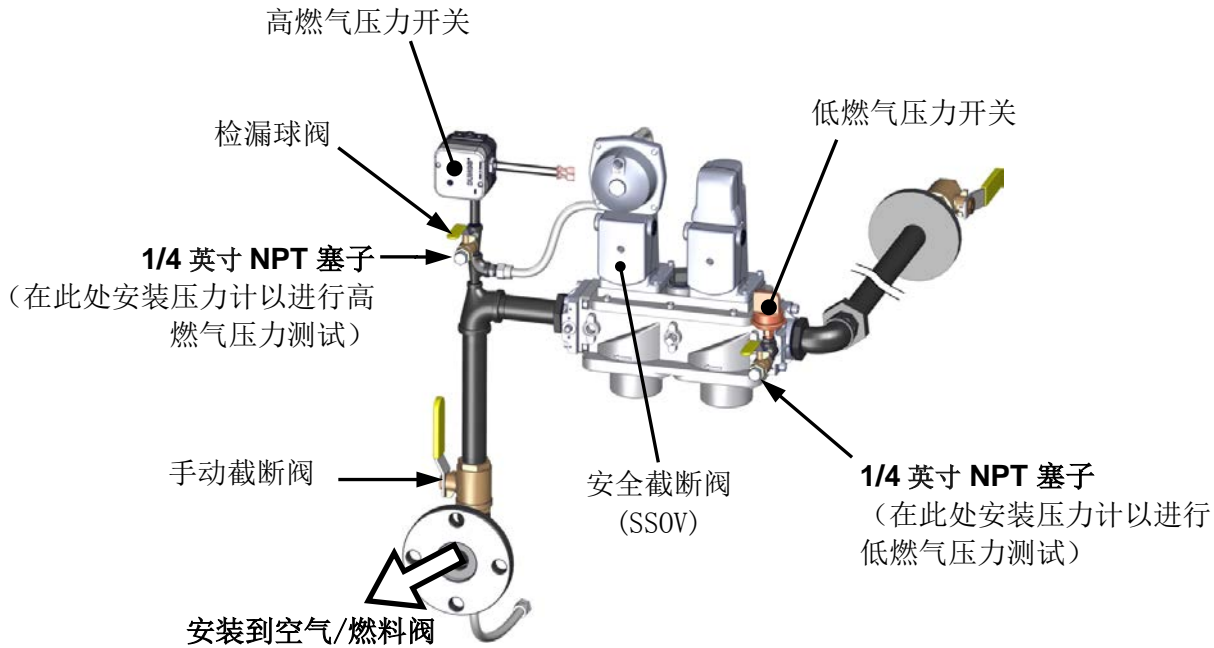

图 5-1. 低燃气压力和高燃气压力测试 (显示 INN800/1060)
要模拟低燃气压力故障，请参见图 5-1，并按照下述步骤操作：
2. 从低燃气压力开关处的球阀上拆去 1/4" 塞子，如图 5-1 的下半部分所示。
要模拟高燃气压力故障，请参见图 5-1 并操作如下：
1. 从检漏球阀中拆除 1/4" 塞子，如图 5-1 所示。